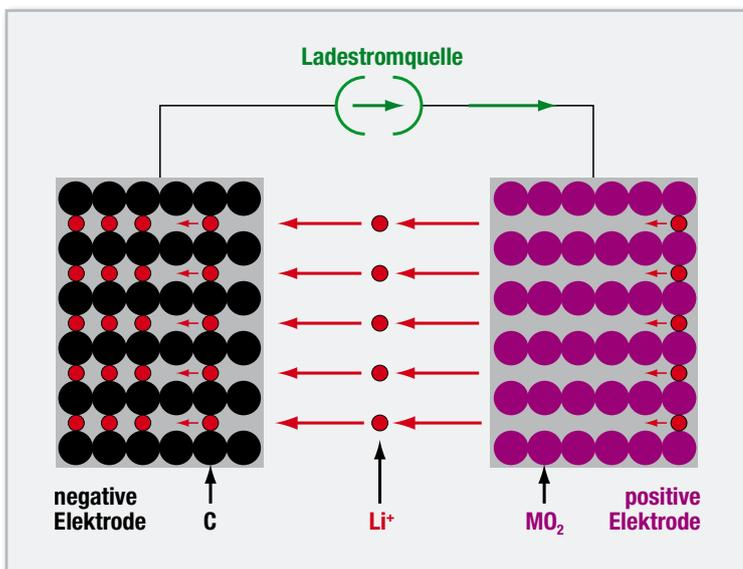

Bild 9: Beim Laden eines Li-Ionen-Akkus werden positive Lithiumionen im Wirtsgitter der negativen Elektrode eingelagert.
Das Wirkungsprinzip beruht auf der reversiblen Einlagerung von positiven Lithiumionen (Li^+) in die Elektroden (Insertions-elektroden, Intercalationselektroden), die ihre Gitterstruktur als Wirt zur Verfügung stellen (Wirtsgitter). Beim Laden (Abbildung 9) und Entladen (Abbildung 10) werden die Ionen zwischen den Elektroden ausgetauscht. Sie „schwingsen“ gewissermaßen zwischen den Elektroden hin und her, was die ebenfalls gebräuchliche Bezeichnung „Swing-Akkumulator“ begründet. Die Aufnahme und Abgabe der Li^+ -Ionen sind mit Volumenveränderungen (ca. 9 %) der Wirtselektroden verbunden, jedoch nicht mit chemischen Reaktionen im Elektrolyten. Dieser besteht meist aus einem organischen Lösungsmittel (1:1-Mischung EC/DMC [Ethylencarbonat/Dimethylcarbonat]) mit einem Leitsalz (z. B. LiPF_6 [Lithiumhexafluorophosphat]). Die Reaktionen an den Elektroden und in Gesamtheit bei Ladung und Entladung zeigt Gleichung (2).